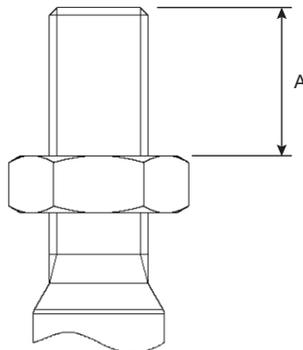

Fig. 4 Engagement du filetage
- Régler le contre-écrou de la tige de vanne à la dimension d'engagement du filetage "A" (figure 4 et tableaux des pages 3 et 5) pour la combinaison vanne-actionneur concernée.